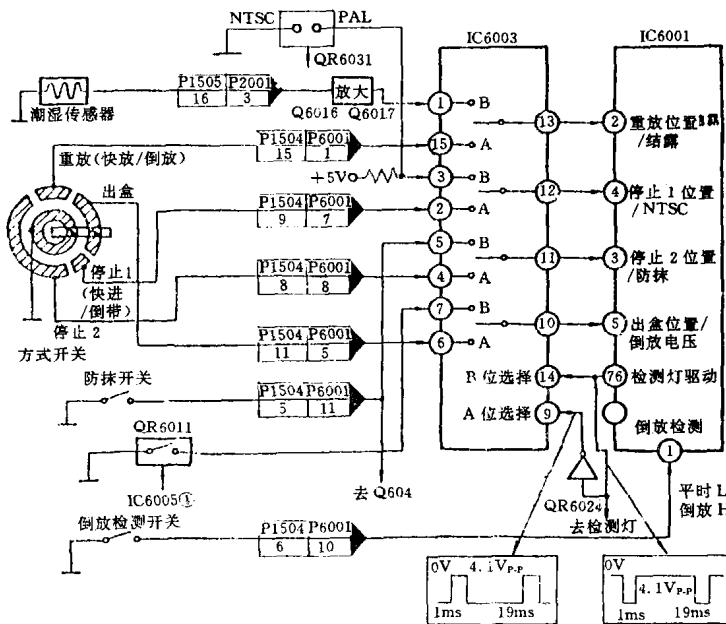

图 3
4. J27 (J25)录象机与松下其它机芯的重要区别之一就是有关“状态”信息不是直接输送到 CPU 的有关脚上,而是通过一个转换开关送到 CPU 的,其原理框图如图 3。